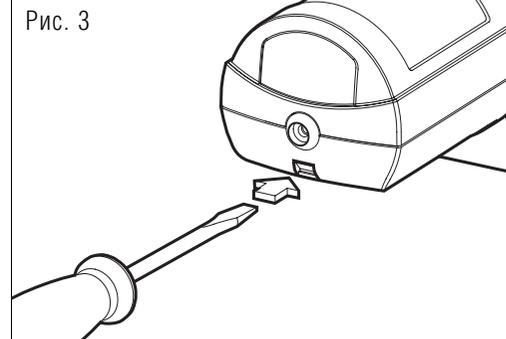

Рис. 3
1. Снять крышку извещателя, вставив отвертку в паз основания и надавить на защеп (6) (рис.3).